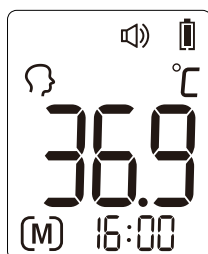

Figura 6
- El termómetro memorizará automáticamente las últimas 30 lecturas de temperatura. Cada memoria también registra el icono del modo de medición. Cada vez que se presiona el **Botón de Configuración**, la pantalla muestra las lecturas pasadas que corresponden a un número del 1 al 30. El número 1 refleja la lectura más reciente, mientras que el número 30 revela la lectura más antigua almacenada en la memoria. (Ver Figura 6)